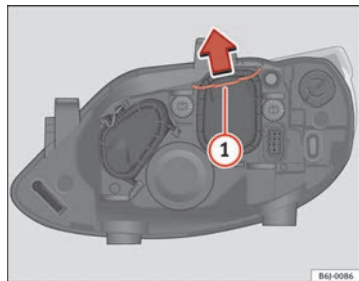

Fig. 161 Anabbaglianti
- Far scorrere il tirante ⇒ fig. 161 ① nel senso della freccia e sfilare la chiusura.